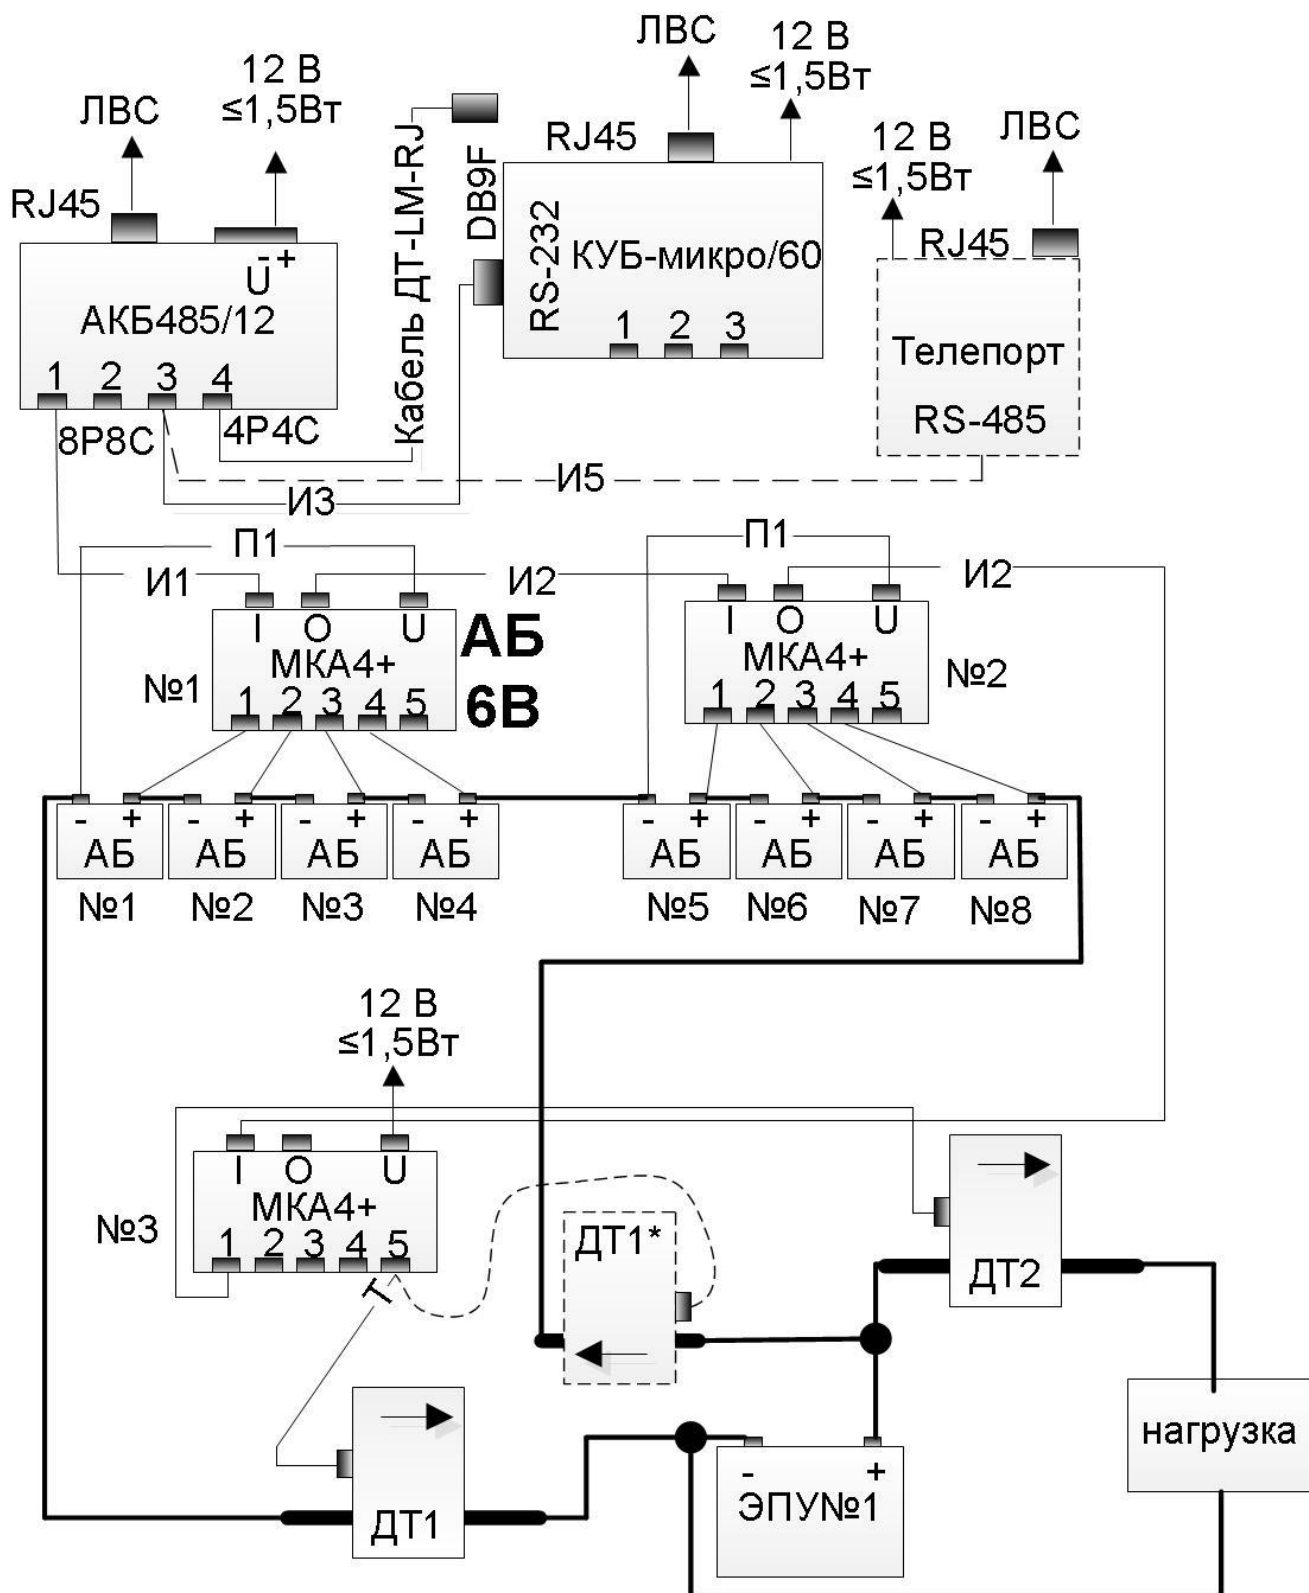

Рис.8 Условная схема подключения к батарее 10x6 = 60В
Вышеназванные схемы нужно использовать как основу для разработки реальных схем подключения оборудования. Пример такой схемы приведен на рис.8. Расположение разъемов на схеме приблизительно отражает их реальное размещения на изделиях МКА4+, АКБ12/485, ДТ. Здесь более детально показан принцип подключения датчиков тока, которые могут быть врезаны в «минусовую» (ДТ1) либо «плюсовую» (ДТ1*) шины электропреобразовательной установки (ЭПУ). Необходимо обратить внимание, что в момент заряда ток протекает от ЭПУ к АБ, и поэтому соответствующим образом ориентированы эти ДТ. Ток через нагрузку и ДТ2 всегда проходит в одном направлении, там нет особенностей. Также следует обратить внимание на то, как организовано питание МКА №3. (Полная схема приведена в документе «Подсистема контроля аккумуляторов и батарей. РЭ»).
2. Собрать «Имитатор» см. рис.8.